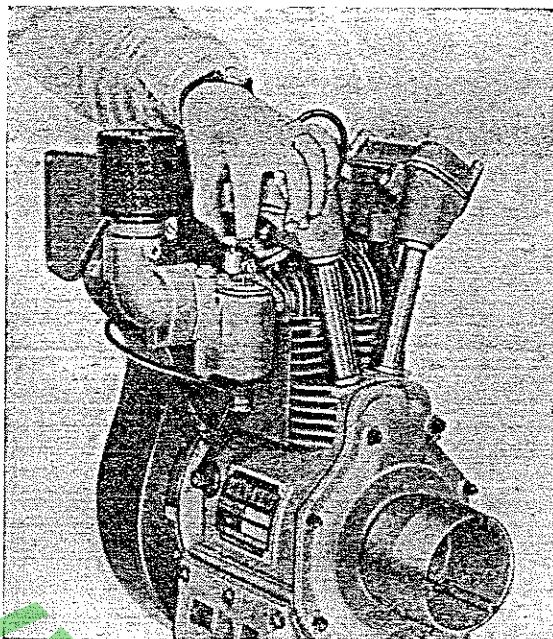

Fig. 5 — Mancœuvre de la manette de ralenti
#### A DROITE (fig. 5).
Une manette calée sur l'axe de papillon permet de mettre le moteur au ralenti (Fig. 5).
**1re Méthode :** Placer la manette de ralenti à la position ralenti, verrou enclanché (fig. 5).